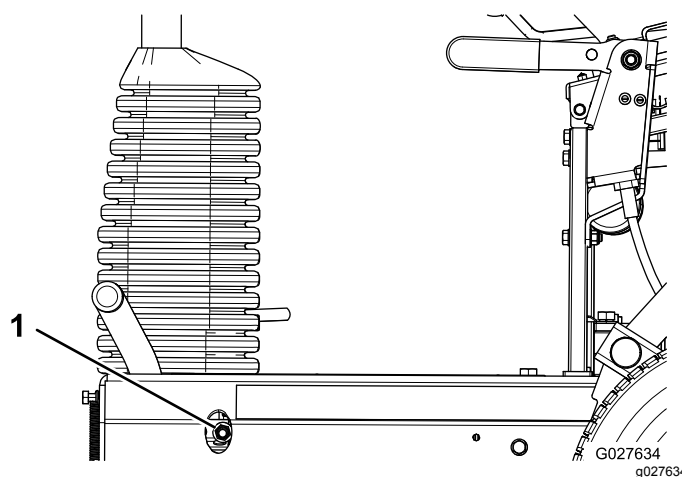

Figura 38
- Per aumentare la forza frenante, serrate il dado di bloccaggio del freno (Figura 38).
- Per diminuire la forza frenante, allentate il dado di bloccaggio del freno (Figura 38).